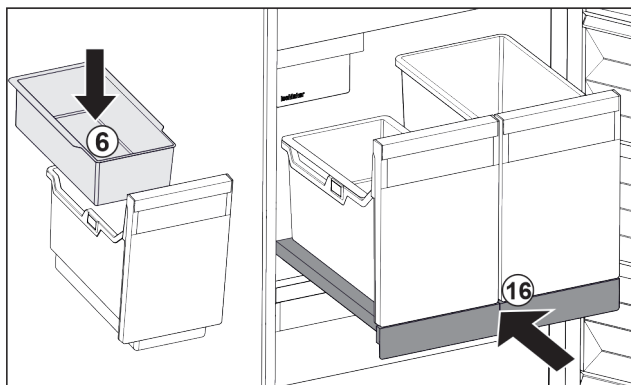

Fig. 40
- ▶ Installer le balconnet Fig. 40 (6) pour glaçons.
- ▶ Rentrer le compartiment coulissant avec le bac (IceTower). Fig. 40 (16)